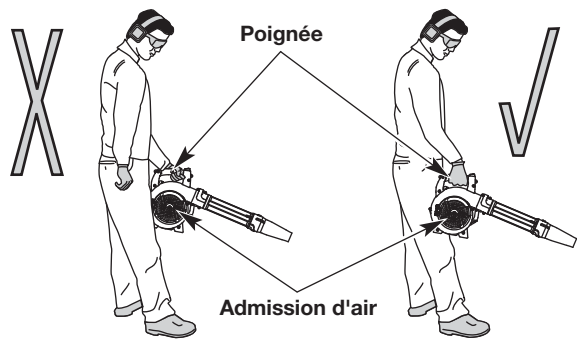

Fig. 9
- Placez-vous en position d'utilisation (Fig. 9). Tenez-vous bien droit. Ne vous penchez pas.
- Tenez fermement la poignée avec la main droite (Fig. 9). En tenant la poignée avec la main gauche, le côté gauche du corps pourrait bloquer l'entrée d'air (Fig. 9). **NE PAS** bloquer l'entrée d'air.